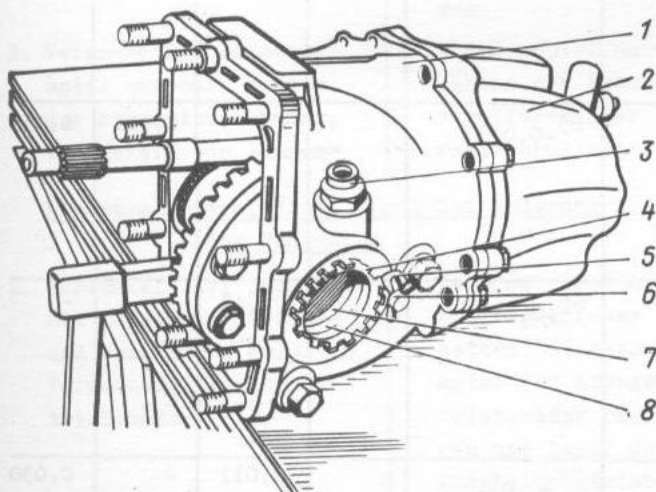

Bild 3-120. Einsatz des Achsgetriebes:
Das Achsgetriebe der Vorderachse befindet sich im Getriebekasten 1 (Bild 3-120); dieser hat zwei Flansche, an einem Flansch wird das Kupplungsgehäuse und am anderen der Wechselgetriebekasten 2 befestigt.
An den Halbachsflanschen werden unmittelbar die Antriebe der gelenkten Räder befestigt. In die Stellmuttern 4 (siehe Bild 3-120) für Flankenspiel sind die Manschetten 8 der Halbachsflansche eingepreßt.
getriebekastens wird mit einem Gewinde das Antriebsgetriebe 3 (siehe Bild 3-120) des Geschwindigkeitsmessers befestigt.
- Befestigungsschrauben 6 (siehe Bild 3-120) der Rasten 5 der Stellmuttern losdrehen;